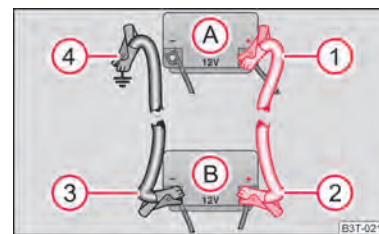

Fig. 193 Ayuda de arranque con la batería de otro vehículo: A - batería descargada del vehículo, B - batería auxiliar
- Conecte un extremo ① ⇒ fig. 193 al polo positivo de la batería descargada (A).
- Conecte el otro extremo ② al polo positivo de la batería auxiliar (B).